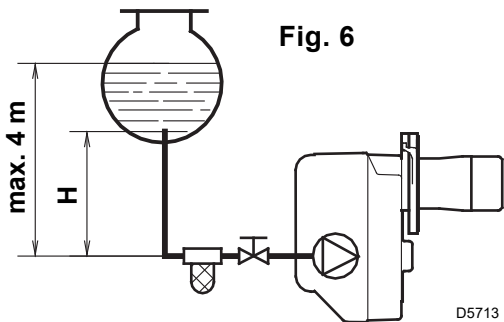
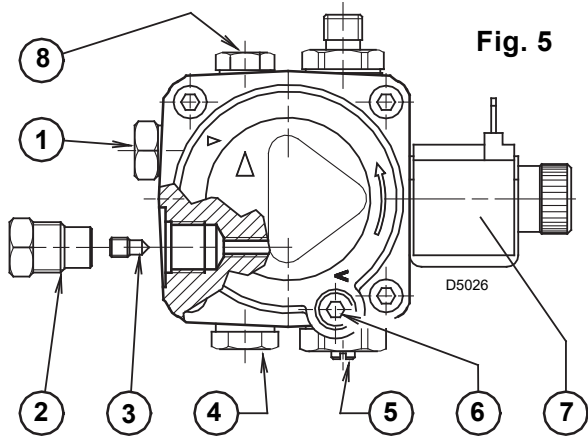

Fig. 6
Fig. 5
- La pompe est prévue pour un fonctionnement en bitube. Pour le fonctionnement en mono-tube, il faut dévisser le bouchon de retour (2), enlever la vis de by-pass (3) et ensuite revisser le bouchon (2), (voir Fig. 5).
Dans l'installation en Fig. 6, il faut desserrer le raccord du vacuomètre (5, Fig. 5) jusqu'à la sortie du combustible.